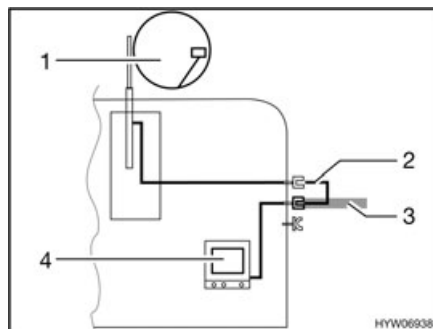

Fig. 81 TV nel veicolo
- TV nel veicolo (Fig. 81,4): Collegamento all'antenna del tetto (Fig. 81,1) con cavo di collegamento (Fig. 81,2)
- TV nel veicolo (Fig. 81,4): Collegamento a antenna esterna (Fig. 81,3)